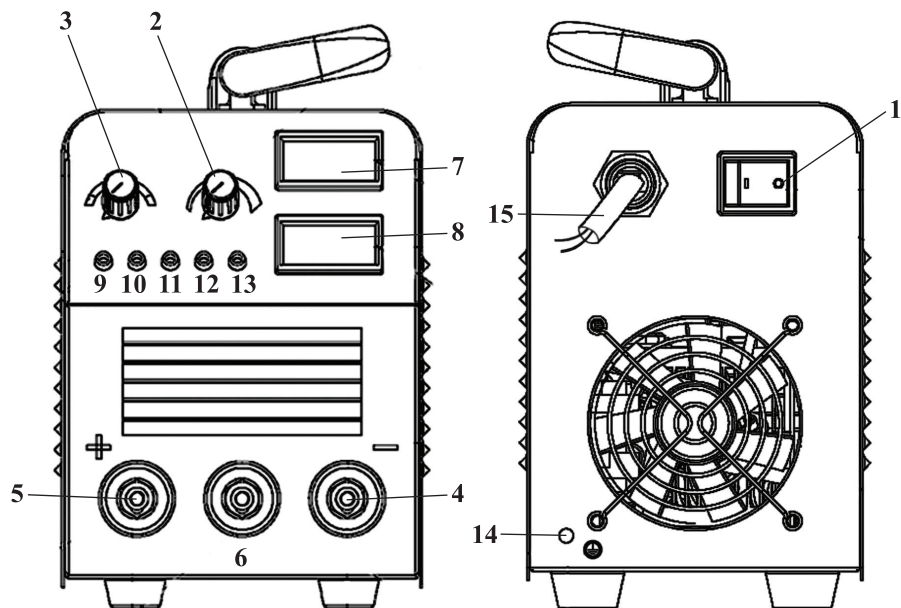

рис. 1
Общий вид инвертора схематично представлен на рис. 1:
6.1.5 Сварочный кабель с электрододержателем подключается к быстрозажимной клемме «плюс» 5 (рис. 1), за исключением случая использования кислотных электродов. В любом случае, сначала ознакомьтесь с инструкцией на упаковке электродов.
6.1.6 Кабель массы (обратный кабель) подключается к быстрозажимной клемме «минус» 4 рис. 1 и подключается к рабочей поверхности, как можно ближе к месту сварки.
6.2.3 При отключённой вилке сетевого кабеля, подсоедините два кабеля с зажимами для зарядки из комплекта поставки к соответствующим клеммам поз. 4;6 (рис. 1).
В зависимости от номинального напряжения аккумулятора выберите 1 из возможных режимов (12В, 24В, 36В) переключателем поз. 3 (рис. 1). Регулятором поз. 2 (рис. 1) устанавливается сила тока зарядки.
7.1.1 В большинстве случаев сварочный кабель с электродом подключается к быстрозажимной клемме «плюс» 5 рис. 1, однако есть некоторые виды электродов, подключаемых к быстрозажимной клемме «минус» 4 рис. 1, поэтому подключать сварочные кабели следует в соответствии с полярностью аппарата «+» и «-» и типом электродов.
7.1.3 Ток сварки устанавливается с помощью регулятора 2 рис. 1.